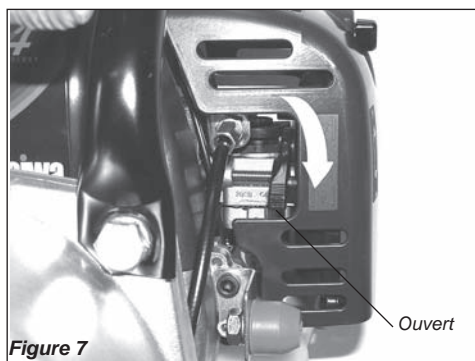

Figure 7
5. Quand le moteur démarre, abaisser lentement le levier de starter en position ouverte. Voir la figure 7. (Si le moteur s'arrête après le premier démarrage, fermer le starter et recommencer.)